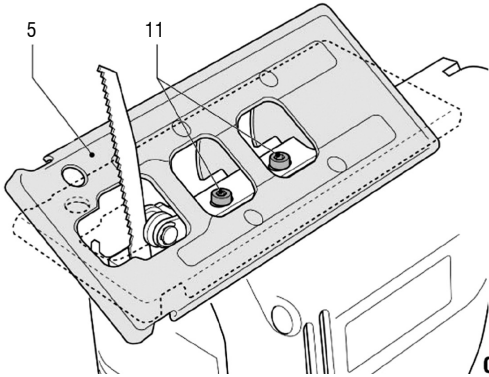

Fig. 3 – Ajuste do ângulo de corte
Solte os parafusos da placa de base (10) virando no sentido anti-horário, mova a placa de base (5), ajuste o ângulo desejado e aperte os parafusos da placa de base (11), virando no sentido horário, Fig.3.